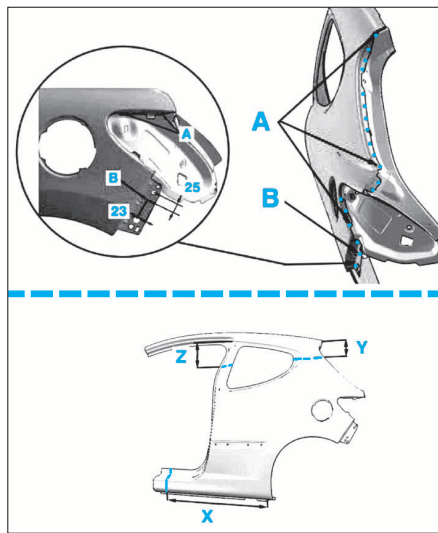

FIG. 39
• Découper l'aile AR neuve, comme illustré (Fig.39).